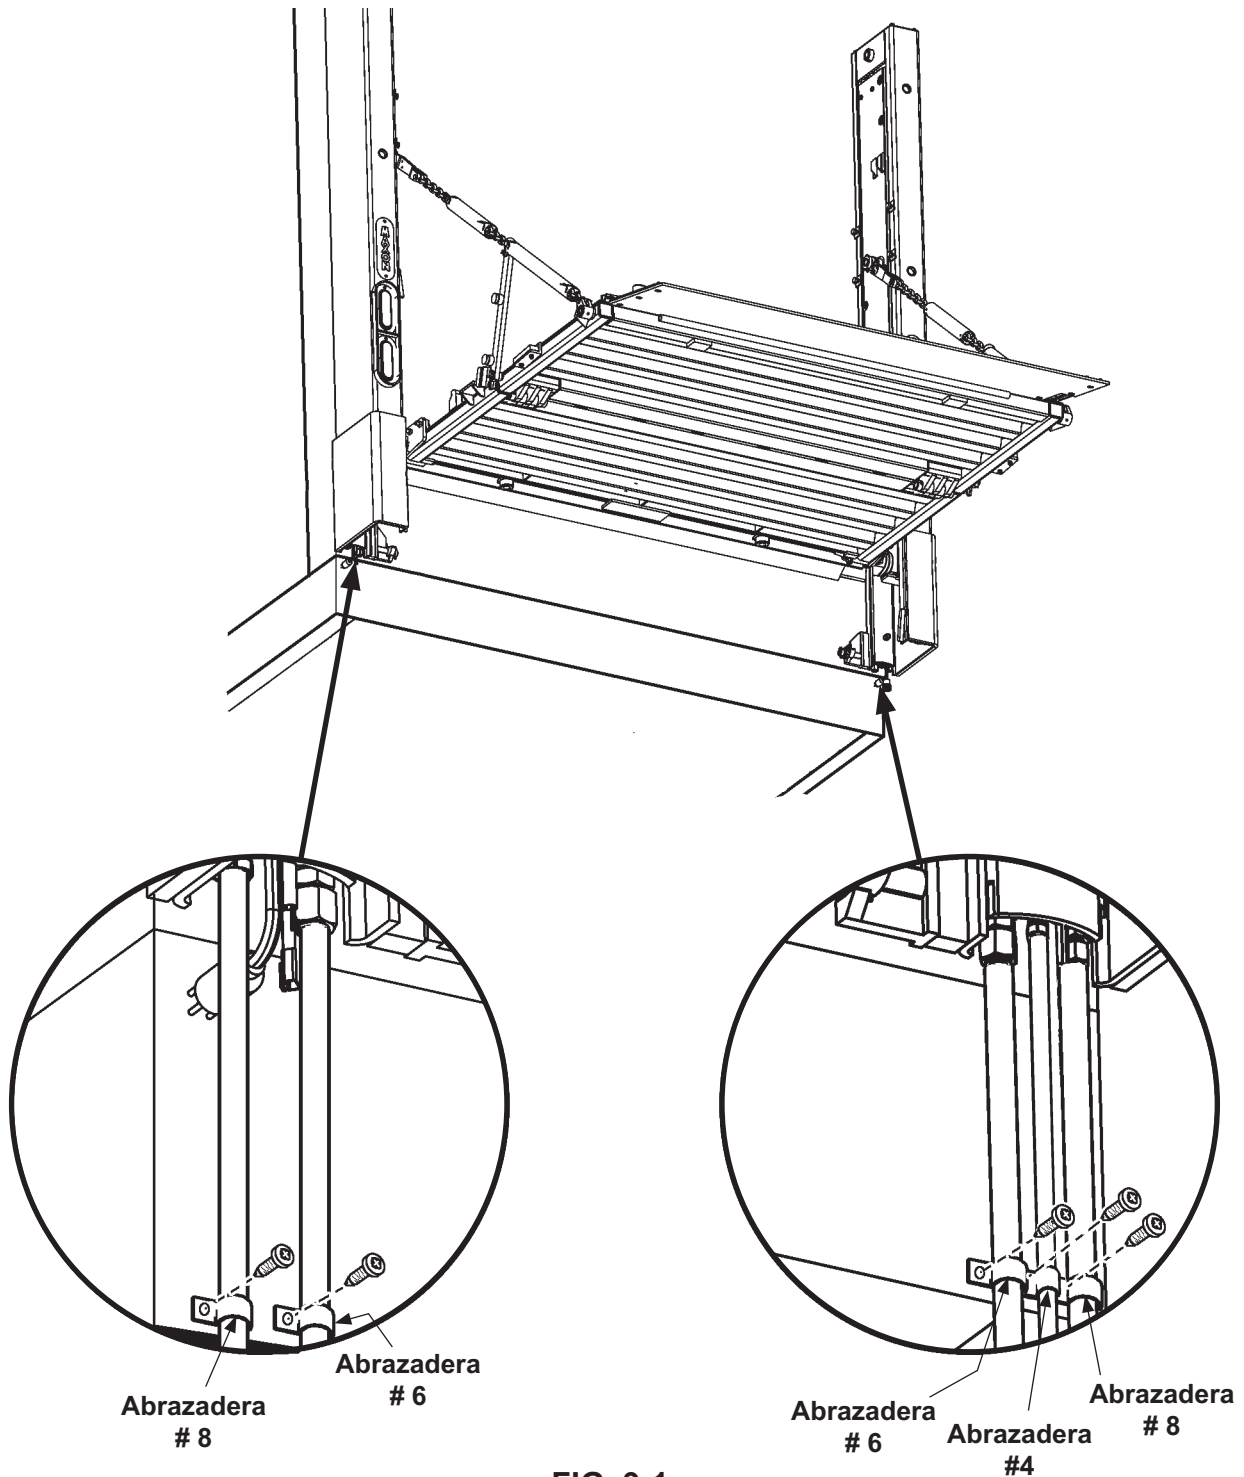

FIG. 9-1
10. Asegúrese que los codos en la parte inferior de las extensiones de tubo estén girados hacia el frente del vehículo (**FIG. 9-1**).
13. Tome las abrazaderas ahuladas #8 para cada uno (2) de los tubos de 1/2" de diám. ext., abrazaderas ahuladas #6 para cada uno (2) de los tubos de 3/8" de diám. ext., y abrazadera ahulada #4 para el tubo de 1/4" de diám. ext. Coloque la abrazadera en cada tubo y marque un orificio para sujetar cada una a la carrocería del vehículo como se muestra en la FIG. 9-1. Taladre un orificio de tamaño #20 (.161") para cada abrazadera. Utilice chilillos para sujetar cada una de las 5 abrazaderas a la carrocería.